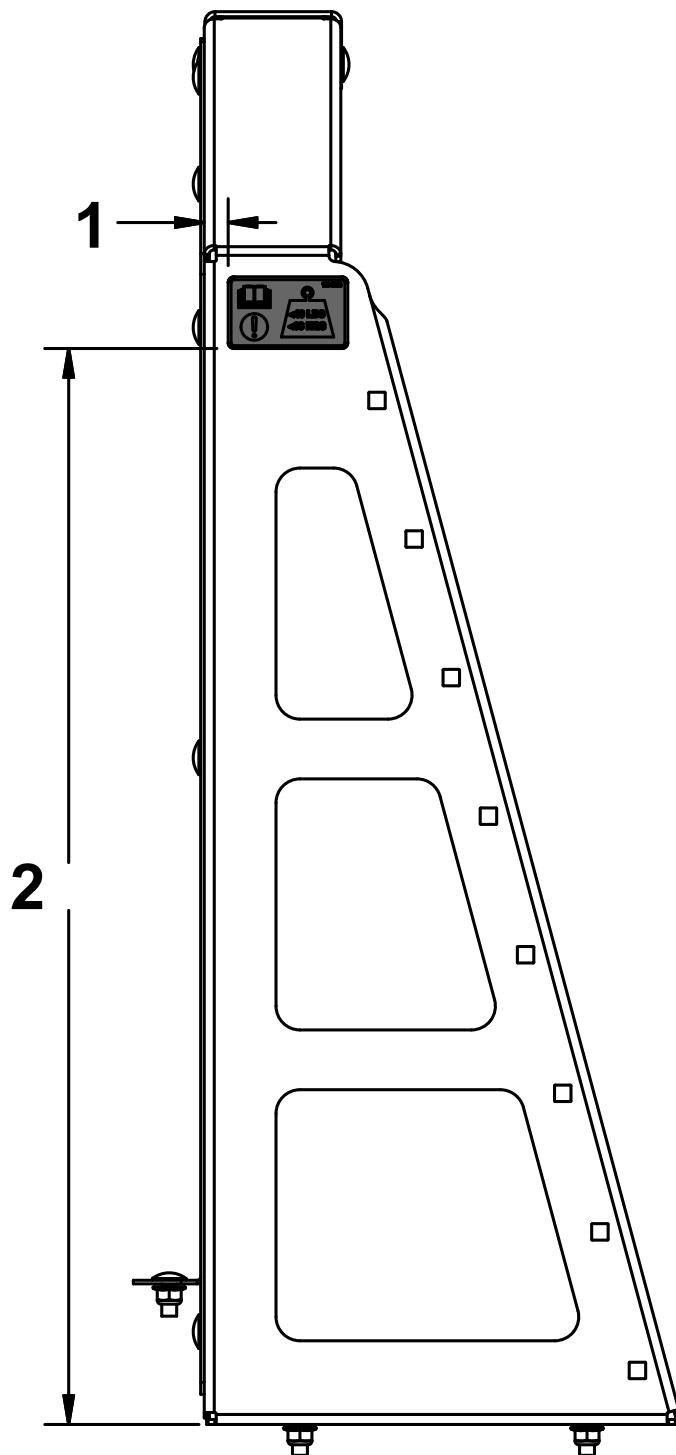

図7
10. 左側ラックと右側ラックの、図7に示すおおよその位置の表面をきれいにし、重量制限デカルを貼り付ける。